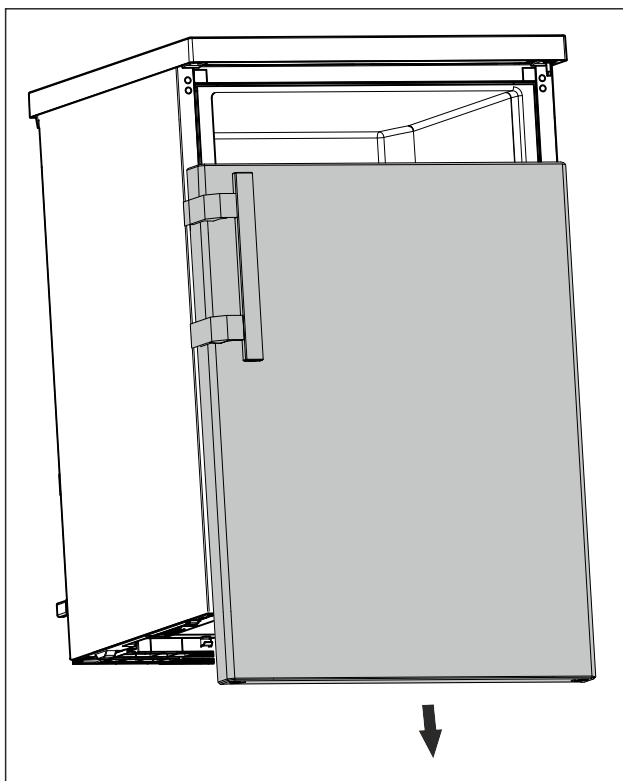

Fig. 12
- Снимите дверь движением вниз. (см. Fig. 12)